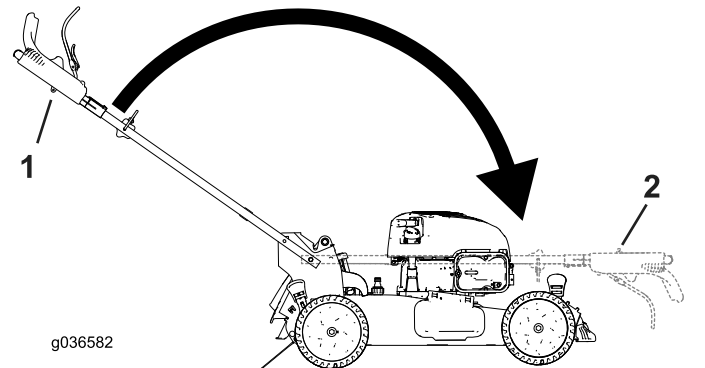

Bild 27
2. Klappen Sie den Holm zusammen, indem Sie ihn nach vorne drehen (**Bild 27**).